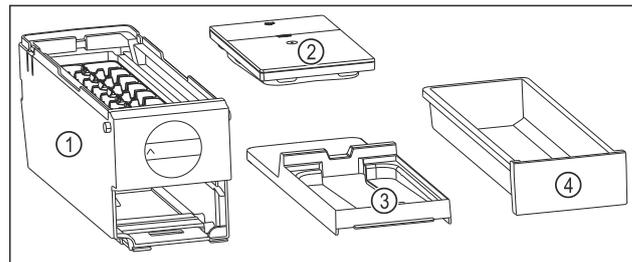

Fig. 91 Componenti dell'EasyTwist-Ice
- ▷ L'EasyTwist-Ice è scomposto in quattro parti. (vedere Fig. 91)
- ▶ Smontare l'EasyTwist-Ice scomponendo solo gli elementi rappresentati in figura. (vedere Fig. 91)
- ▶ Pulire l'intero corpo dell'EasyTwist-Ice Fig. 91 (1).